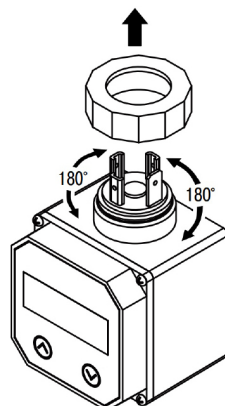

Рис. 6 – Разворот вилки
- для удобного расположения вилки кабеля питания следует частично отвернуть гайку крепления вилки на верхней части прибора и развернуть вилку на требуемый угол, затем затянуть гайку (см. рис. 6).